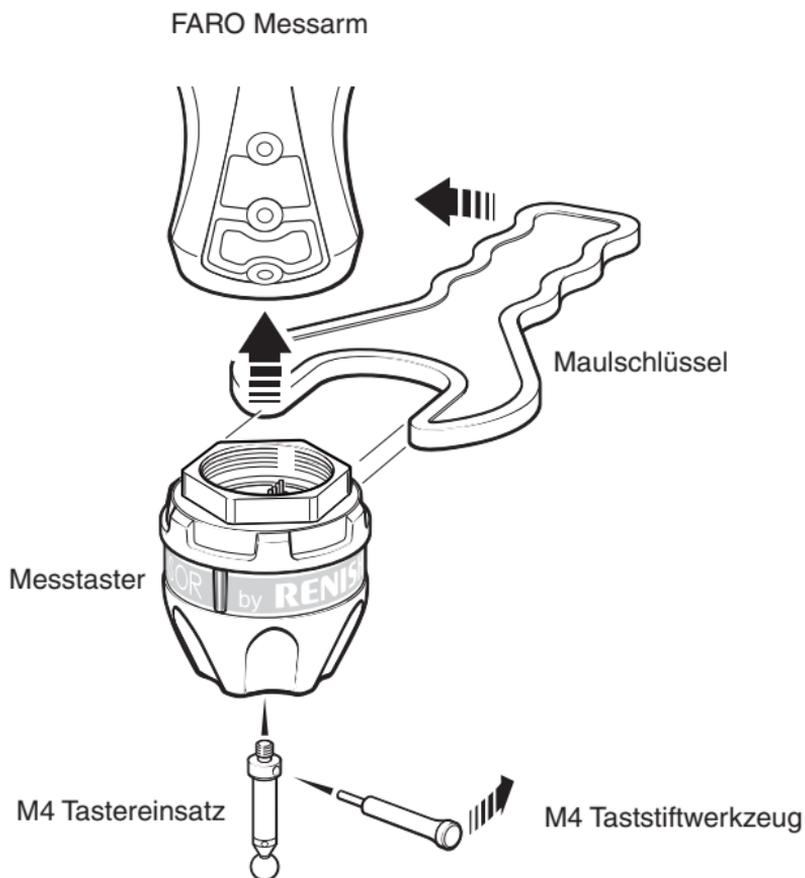

Abb. 3 - Montage des FARO SENSORS an einen Arm
Um den FARO Sensor an einen Arm zu installieren, müssen Sie wie folgt vorgehen (siehe Abbildung 3):
2. Platzieren Sie den im Lieferumfang enthaltenen Maulschlüssel an der Tasteraufnahme, siehe Abbildung 3.
Um einen Tastereinsatz am FARO SENSOR zu installieren, müssen Sie wie folgt vorgehen (siehe Abbildung 3):